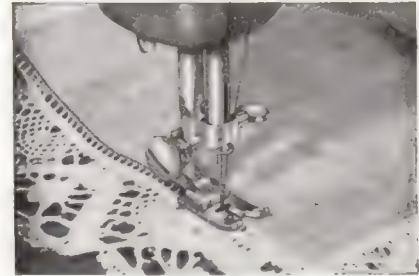

Abb. 52.
3. Die Spitzenkante dicht an die umgeschlagene Stoffkante legen und die Spitze mit Zickzacknaht festnähen. Darauf achten, dass die Nadel abwechselnd in Spitze und Stoff näht (Abb. 52).